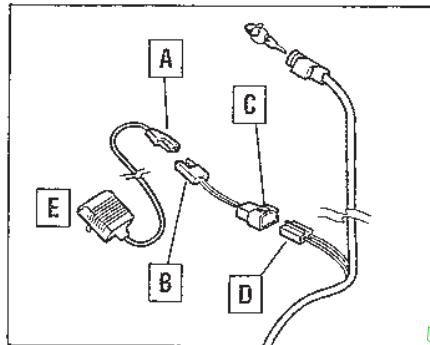

Figure 5-2: Connexions du chargeur de la batterie (modèle 34367).
1. Connectez le connecteur du chargeur de la batterie (A, figure 5-2) à la prise de l'adaptateur (B).
2. Connectez le connecteur de l'adaptateur (C, figure 5-2) à la prise du faisceau de câbles (D).
3. Branchez le chargeur de la batterie (E, figure 5-2) à une prise murale de terre.
6. Débranchez le connecteur de l'adaptateur (C, Figure 5-2) du connecteur du faisceau de câbles (D).